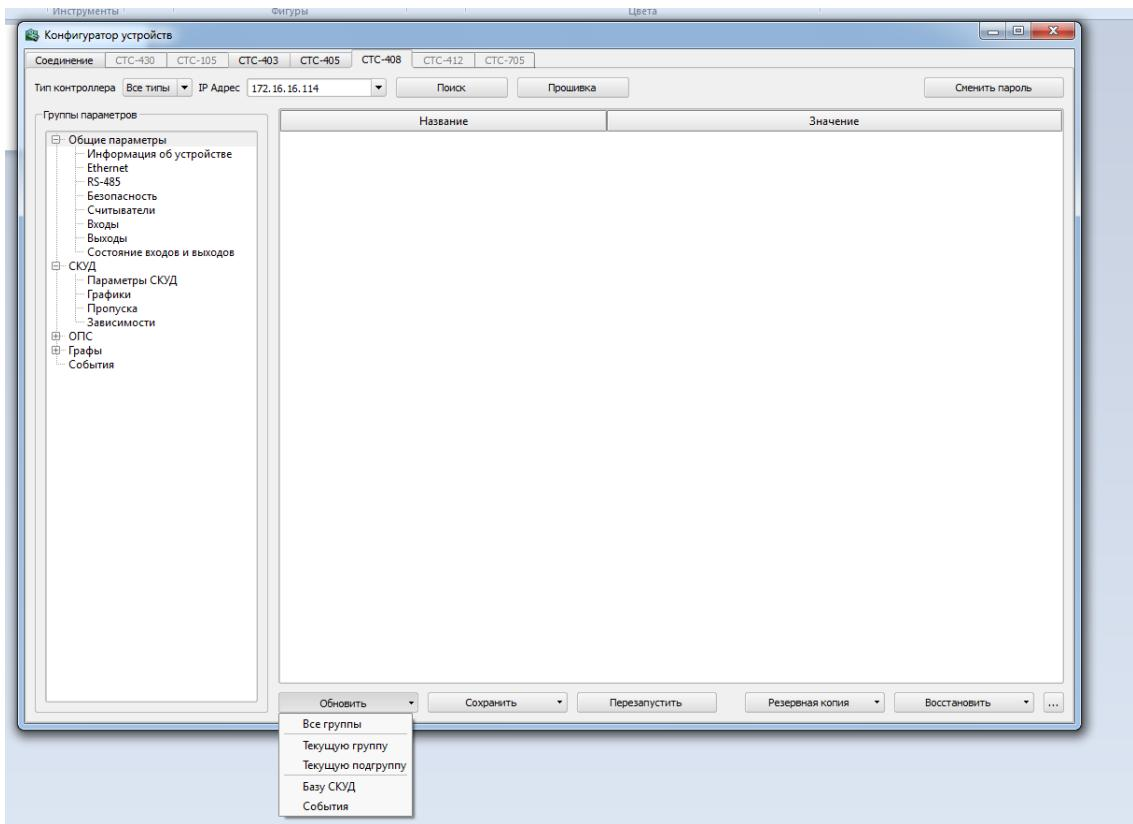

Рисунок 8
- «Обновить» — данная кнопка позволяет выгрузить из контроллера данные всей группы, текущей выделенной группы или текущей выделенной подгруппы, а так же базу данных СКУД и журнал событий (рисунок 8);